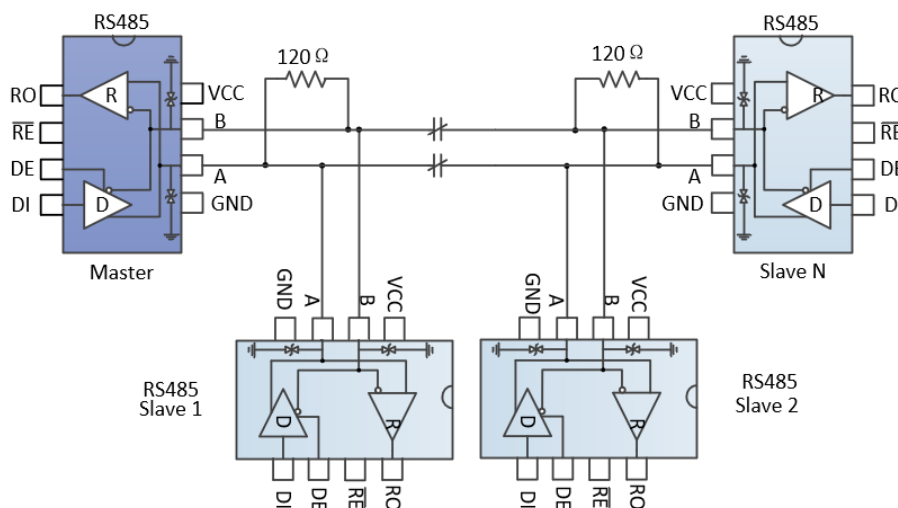

图 9 总线式 RS485 半双工通讯网络
4.1 总线式组网：MAX13085EESA+T RS485 收发器设计用于多点总线传输线上的双向数据通信。图 9 显示了典型网络应用电路。这些器件也能用作电缆长于 4000 英尺的线性转发器，为减小反射，应当在传输线两端以其特性阻抗进行终端匹配，主干线以外的分支连线长度应尽可能短。